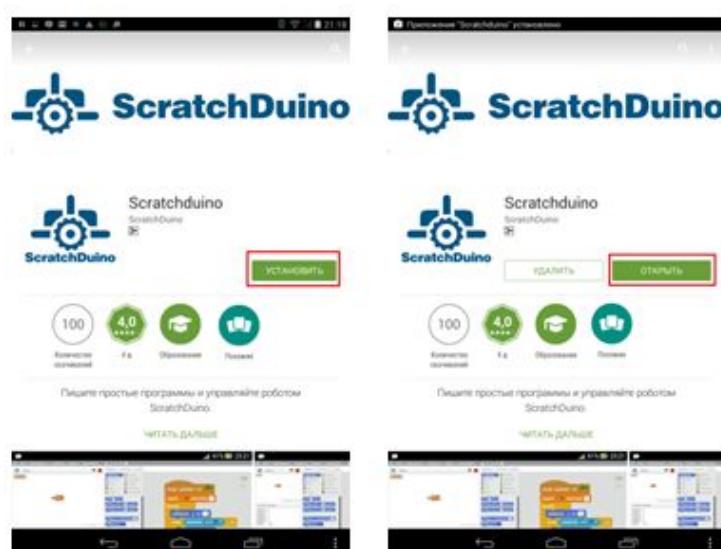

Рис. 132. Установка ScratchDuino из Google Play.
1. Найдите в Google Play приложение ScratchDuino и нажмите УСТАНОВИТЬ (см. рис. 132, слева).
2. Следуйте указаниям Мастера установки. После установки щёлкните по кнопке ОТКРЫТЬ (см. рис. 132, справа).